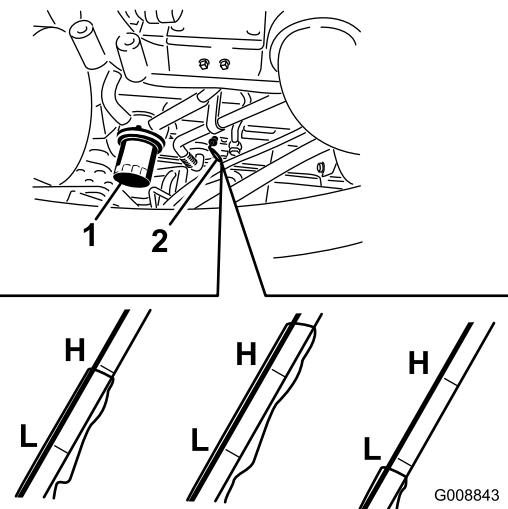

Figure 61
2. Sortez la jauge (Figure 61), essuyez-la sur un chiffon propre, replacez-la dans le goulot de remplissage, puis ressortez-la. Le niveau d'huile doit atteindre le repère maximum.
2. Déposez le filtre à huile (Figure 61). Appliquez une fine couche d'huile propre sur le joint du filtre de recharge avant de le visser en place. **Ne serrez pas excessivement.**